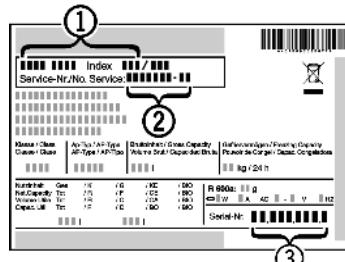

Fig. 56
- Прочетете от идентификационната табелка означението на уреда Fig. 56 (1), сервизния № Fig. 56 (2) и серийния № Fig. 56 (3). Идентификационната табелка се намира на лявата вътрешна стена на уреда.